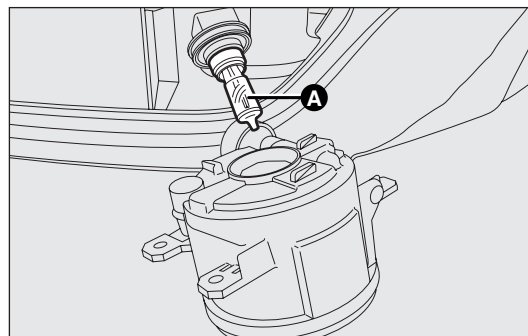

рис. 168
- снимите лампу А – рис. 168, вращая ее против часовой стрелки, и отсоедините электрическую колодку.